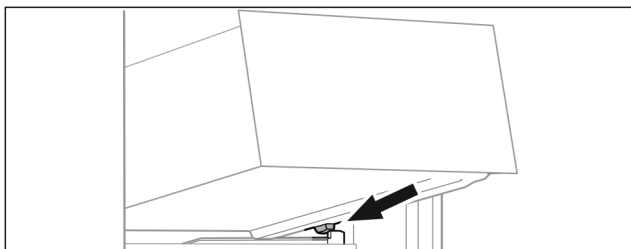

Fig. 100
- ▶ Stavite ladicu ukoso iza zaustavljača na žlijeb spremnika. (pogledajte Fig. 100)